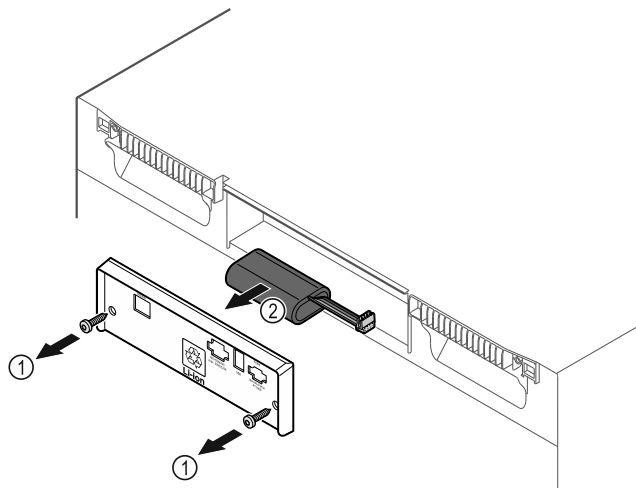

Fig. 235
- ▶ Vyšroubujte šrouby a odstraňte kryt na zadní straně spotřebiče Fig. 235 (1).
- ▶ Odpojte a vyjměte baterii Fig. 235 (2).